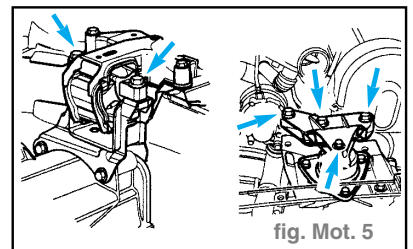

fig. Mot. 5
- Dévisser l'ensemble mécanique du palier de BV et du palier de moteur (flèches). (fig. Mot. 5 ou 6)